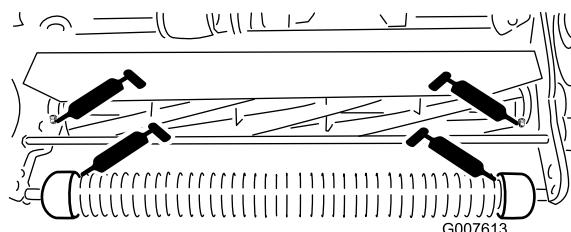

図 24
- ・前ローラ2ヶ所 図 24
- ・リールベアリング2ヶ所 図 24